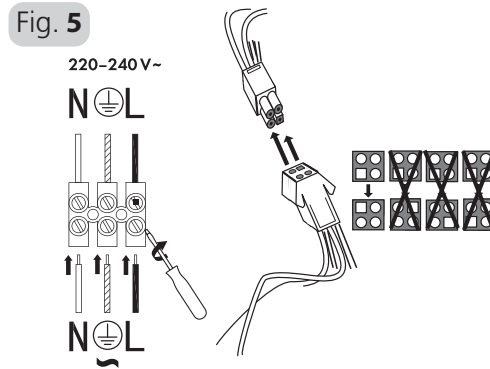

Fig. 5
2. Schließen Sie die Kabel von der Stromversorgung und Halterung wie folgt an die Anschlussklemmen an: Braunes Kabel: Phasenleiter (L), Blaues Kabel: Nulleiter (N), Grün/Gelb: Erdleiter. Siehe Abb. 5.
Brown wire: L, Blue wire: N, Green/yellow: Ground. Refer to Fig 5.
Câble marron : L, Câble bleu : N, Vert/jaune : Terre. Voir Figure 5.
2. filo marrone: L, filo blu: N, verde/giallo: terra. vedere fig. 5.
Bruine draad: L, Blauwe draad: N, Groen/geel: Aarde. Zie Fig. 5.
Fio castanho: L, Fio azul: N, Verde/amarelo: Terra. Consulte a Fig. 5.
Коричневый провод: L, Синий провод: N, Зеленый/желтый: Заземление. См. рис. 5.
Przewód brązowy: L, Przewód niebieski: N, Zielony/żółty: Uziemienie. Patrz rys. 5.